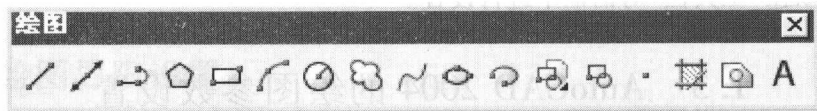

图 1-10 “绘图”工具栏
(2)“绘图”工具栏如图 1-10 所示是绘制常见实体的命令集,用于绘制各种线、弧、圆、椭圆和文字等二维图形。在缺省状态下该工具栏显示在 AutoCAD 2004 窗口的左侧,该工具栏中几乎所有的命令都可以在“绘图”菜单中找到。